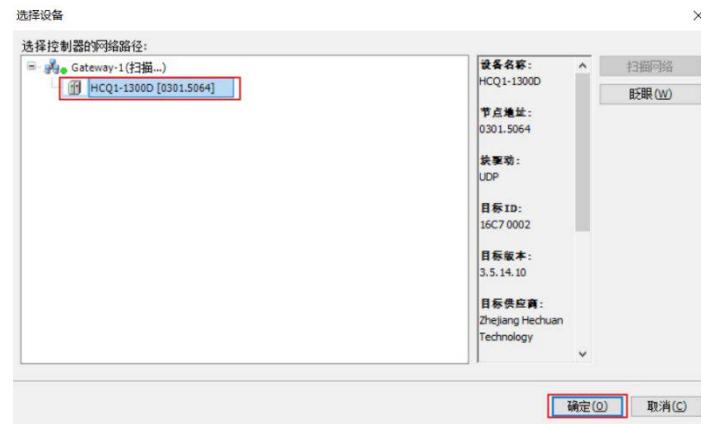

图 13-6 确定连接
3. 弹出页面如图 13-6 所示，选择扫描到得【HCQ1-1300D】，点击【确定】，此时电脑连接上控制器。